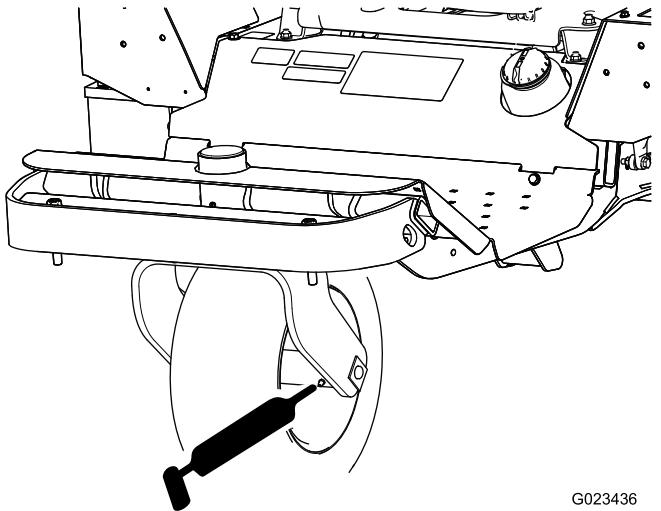

Figura 34
- Cojinete de la rueda delantera (1) – Figura 34